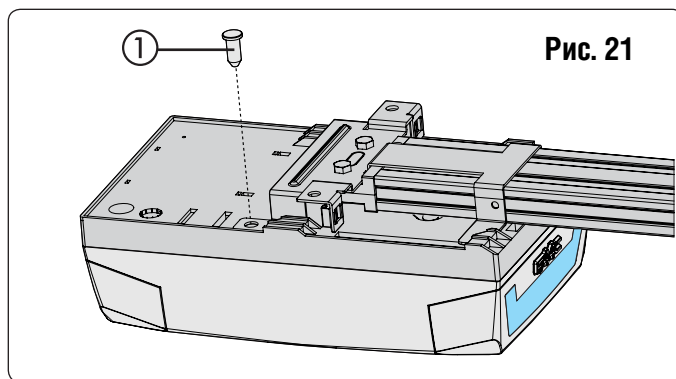

Рис. 21
2. Поворачивайте привод в направлении показанном на рисунке 20 пока привод не встанет в положение показанное на рис. 21 и закрепите штифт в отверстии на корпусе привода (рис. 21 (1)).